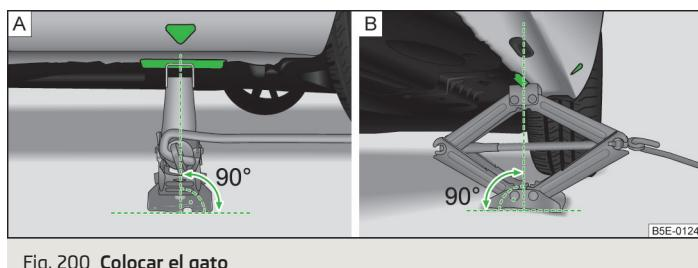

Fig. 200 Colocar el gato
- › Fije el gato de modo que la garra abarque el alma vertical » fig. 200 - .
- Apoye la placa de base del gato con toda la superficie en un suelo recto y asegúrese de que el gato se encuentra en posición vertical respecto a la posición en la que la garra abarca el alma »fig. 200 - A.